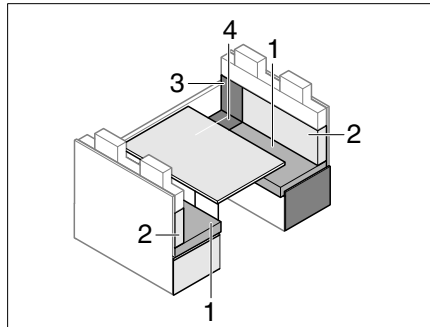

Fig. 206 Prima della trasformazione
- Rimuovere i cuscini dello schienale (Fig. 206,2) e riporli di lato.